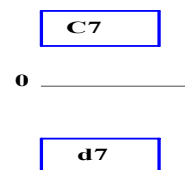

Рис. 1
9. На рис.1 показана схема полів допусків посадки: